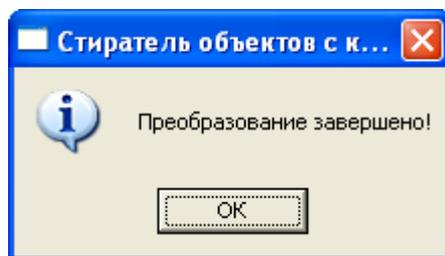

Рисунок 2.57
- 4) в окне «Стиратель объектов с к...» (рисунок 2.57) нажмите «ОК»;